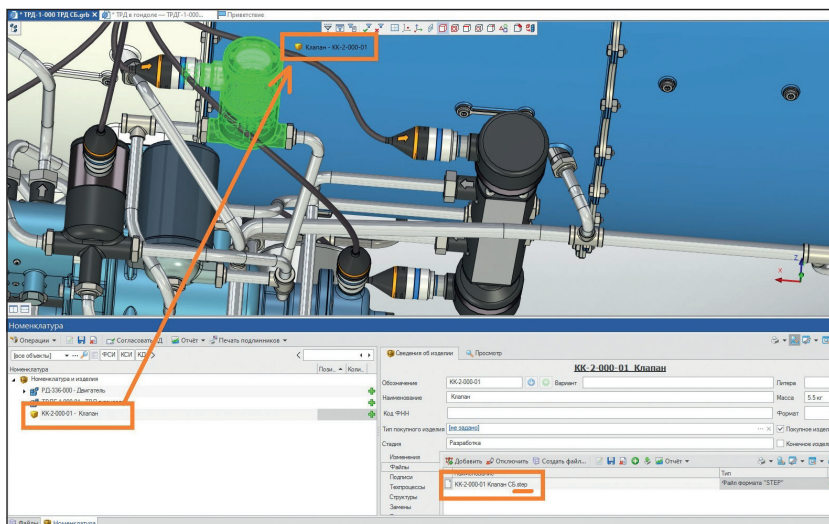

Рис. 13. Заимствование модели стороннего формата из T-FLEX DOCs в T-FLEX CAD
- составы изделий, сохраненные в формате сторонних CAD-систем, заимствуются из T-FLEX DOCs простым drag&drop'ом объектов из окна справочника «Номенклатура» в сцену T-FLEX CAD (рис. 13). При этом сохраняется ассоциативность на файлы сторонних форматов;